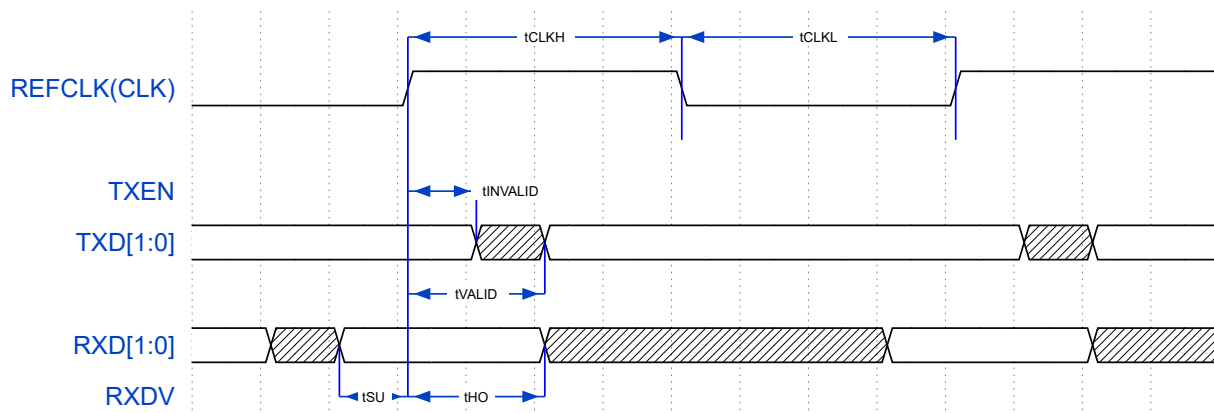

图 20: RMII 接口时序
4.14.1.1 RMII 接口 RMII 接口对应时序如图 20。